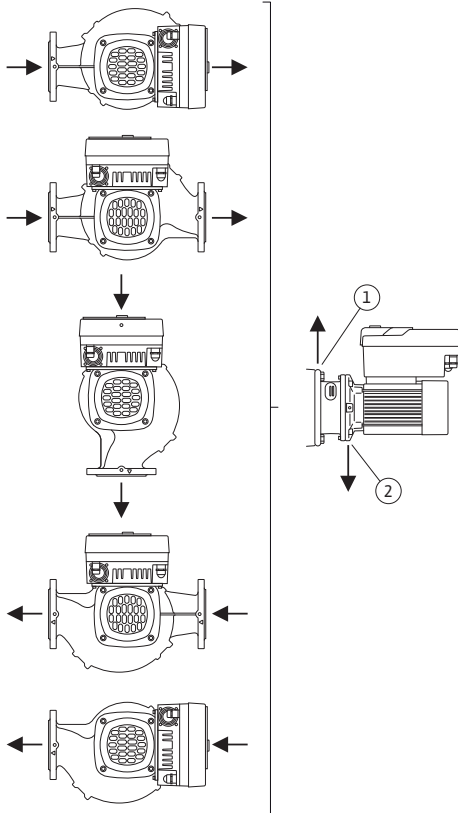

Fig. 9: Toegestane inbouwposities met horizontale motoras
De toegestane inbouwposities met horizontale motoras en elektronikamodule naar boven gericht (0°) zijn in Fig. 9 weergegeven.
De ontluchting van de pomp is optimaal gewaarborgd als het ontluchtingsventiel omhoog wijst (Fig. 9, pos. 1).
In deze positie (0°) kan het condensaat gericht worden afgevoerd via aanwezige boorgaten, het pomplantaarnstuk en de motor (Fig. 9, pos. 2).